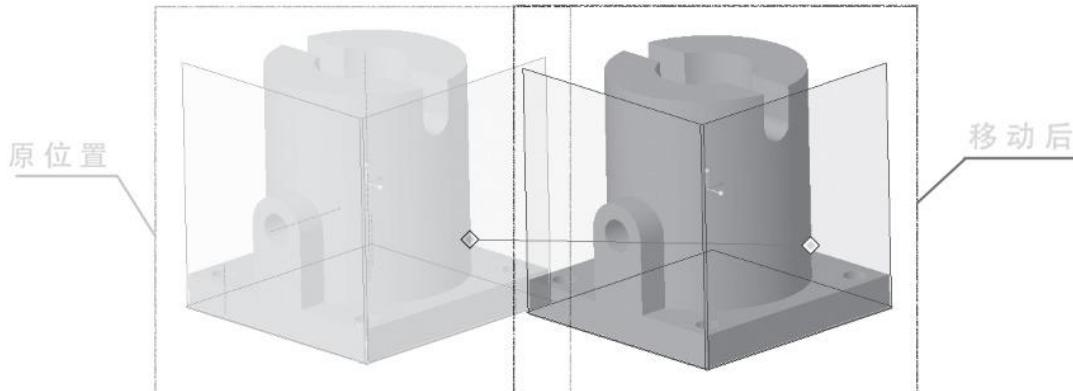

图 1-2-14 视图平移
(3) 视图平移。可以按 Shift 键 + 鼠标中键，移动鼠标平移视图，如图 1-2-14 所示。